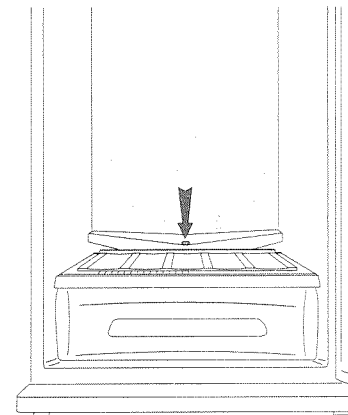

fig. 2
- Nous vous recommandons de vérifier et de nettoyer régulièrement l'orifice d'évacuation des eaux de dégivrage situé derrière le dessus de bac à légumes (fig. 2).
- Dévissez la lampe et remplacez celle-ci par une lampe de même encombrement et de mêmes caractéristiques (E 14 - 15 W maxi) (fig. 2).